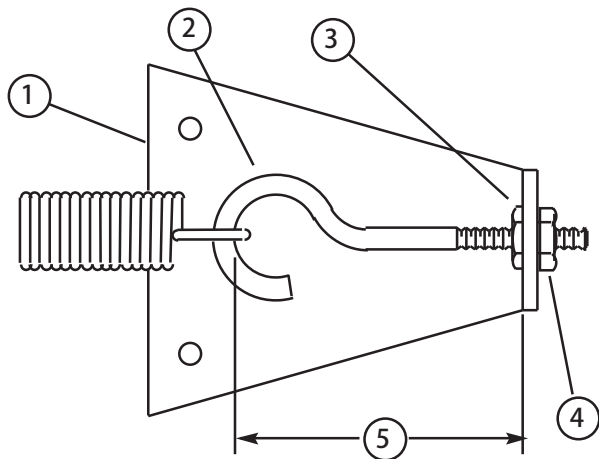

図 65
3. スプリング・アンカー・プレートにアイ・ボルトを固定している外側六角ナットをゆるめる (図65)。
4. 希望のタイミングに合わせたら固定ネジを締め、完了。図65に示すように、アイ・ボルトのループの内側とスプリング・アンカー・プレートの内側との間の距離 3 mm になるまで、右回しに締め付ける。六角ナットを締めつける。